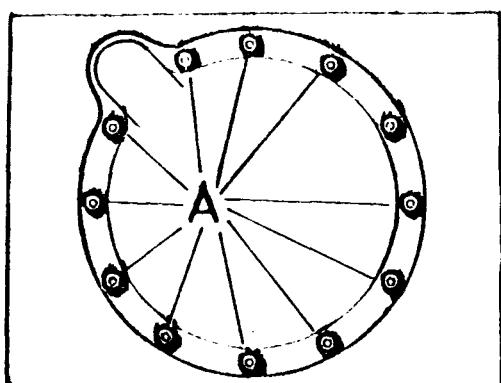

Fig. A3-11 Tuercas de fijación cárter de embrague al cárter del volante
- 1.8. Desmontar las tuercas que unen el cárter de embrague al cárter del volante, A (Fig. A3-11).
- 2.1. Aplicar una capa de grasa Molykote sobre la punta del eje primario de la caja de velocidades. Llevar la palanca de la caja de velocidades a una combinación cualquiera para evitar el giro del primario y situar el motor frente al cárter de embrague, girando el volante motor si es preciso para conseguir la alineación de las ranuras del eje y las del disco de embrague. Conseguida esta alineación, se empujará el motor hacia atrás hasta que el primario y los espárragos encjen por completo, fijando a continuación ambos cárteres por medio de las tuercas, A (Fig. A3-11), apretándolas progresivamente por igual.